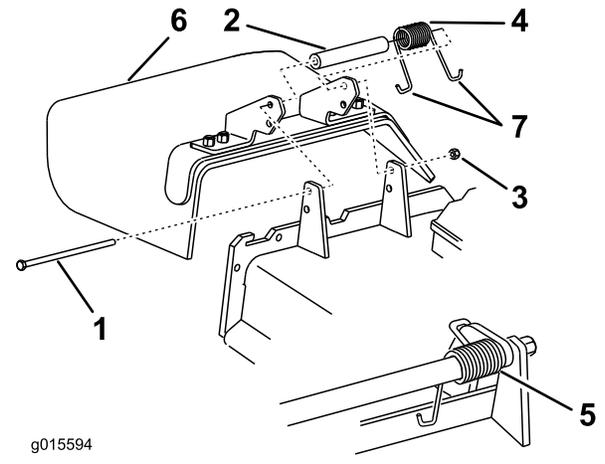

Figura 100
Nota: Asegúrese de colocar un extremo en **J** del muelle detrás del reborde de la carcasa antes de instalar el perno, según se muestra en Figura 100.
5. Coloque un extremo en **J** del muelle alrededor del deflector de hierba (Figura 100).
1. Retire la contratuerca, el perno, el muelle y el espaciador que sujetan el deflector a los soportes de pivote (Figura 100).